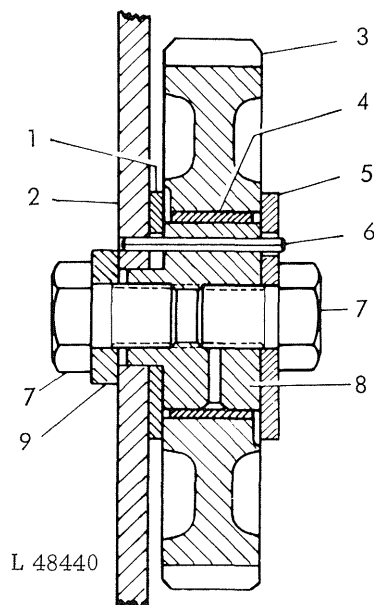

Fig. 6 — Coupe du pignon intermédiaire inférieur et de son axe
9. Avant de monter un axe neuf, enfoncer la goupille 6 (fig. 6) dans l'axe afin qu'elle dépasse d'une longueur de 5 à 7 mm (0.197 à 0.275 in). Monter la rondelle de poussée arrière 1 sur la portée de l'axe et sur la goupille.
10. Placer la rondelle spéciale avant 5 sur la goupille 6 (fig. 6) et serrer la 2ème vis 7 au couple de 130 Nm (95 ft-lb).